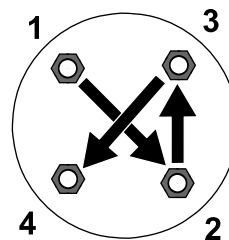

Figura 8
2. Aperte as porcas das rodas (num padrão cruzado como se mostra na Figura 8) com 108 a 122 N·m.